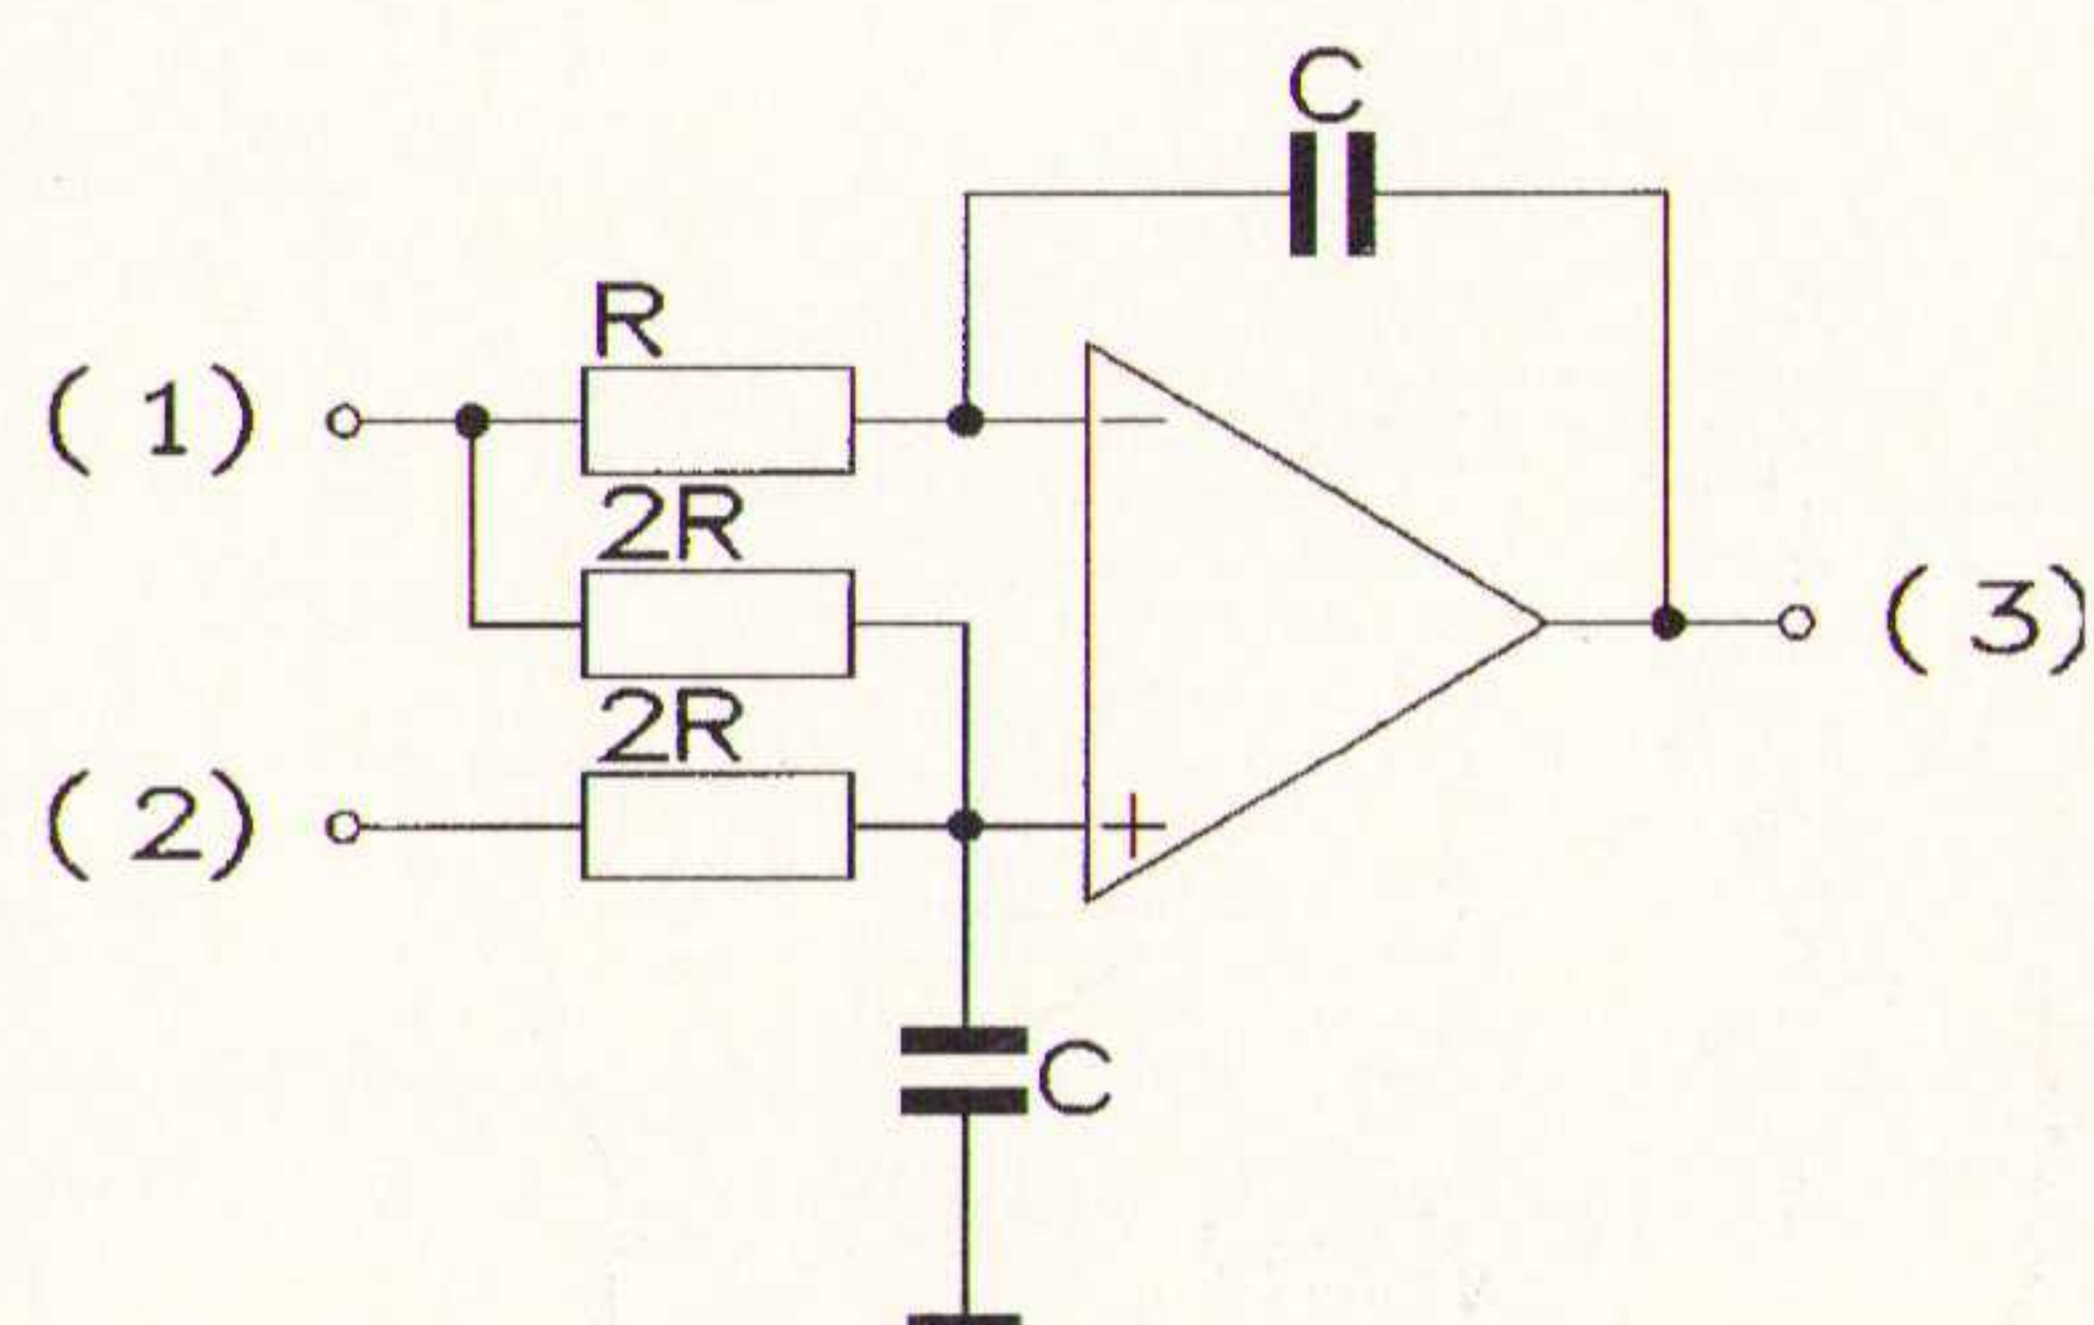

Fig. 5b Integrator met differential input.
Een alternatief is een integratorschakeling met een differential input (zie Fig. 5b). Door het toevoegen van twee weerstanden met de waarde 2R en een condensator met de waarde C geldt voor de overdracht $A(1) \rightarrow (3) = -1/2j\omega RC$ en voor $A(2) \rightarrow (3) = 1/2j\omega RC$. Met deze integratorschakeling worden AC signalen met lage frequenties op een effectieve wijze onderdrukt zodat met gematigde waarden voor R (50 k Ω) en C (100 nF) goede resultaten worden verkregen.